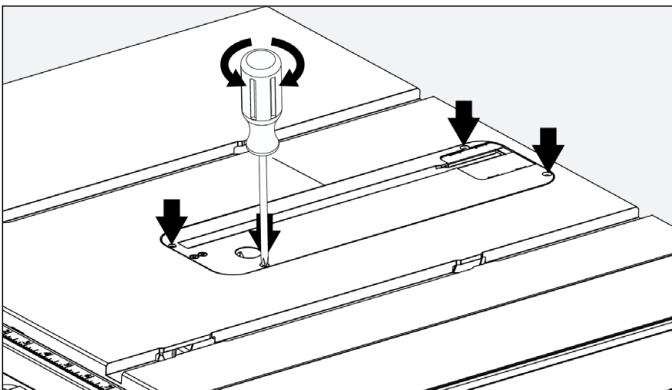

FIGURE 14
Si un réglage est nécessaire, ajuster les vis hexagonales de réglage (4) (figure 14) vers le haut ou vers le bas selon le cas. Répétez ce processus au besoin jusqu'à ce que la passe-lame soit au niveau.